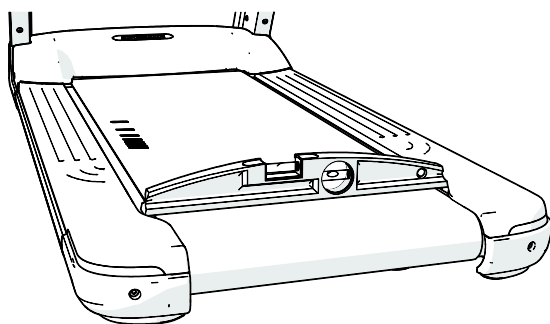

Рисунок 12
1. Используйте 3/4-дюймовый ключ с открытым зевом, чтобы ослабить контргайку на задней опоре и выровнять беговую дорожку. Затем снова закрепите контргайку (см. рис. 12).